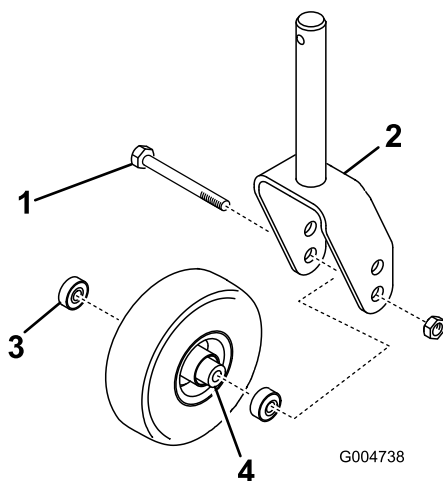
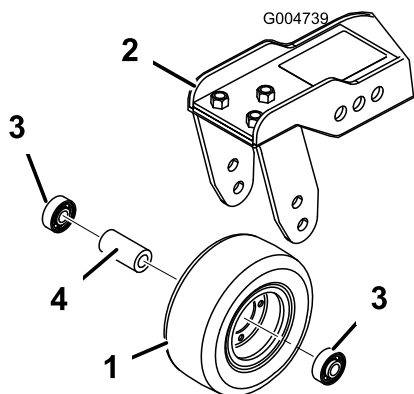

Figura 106
Figura 107
1. Retire a porca de bloqueio do parafuso que fixa a estrutura da roda giratória entre a forquilha da roda giratória (Figura 106) ou o braço articulado da roda giratória (Figura 107). Fixe a roda giratória e retire o parafuso da forquilha ou do braço articulado.
2. Retire o rolamento do cubo da roda e deixe cair o espaçador do rolamento para fora (Figura 106 e Figura 107). Retire o rolamento do lado oposto ao do cubo da roda.